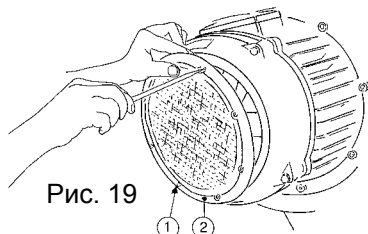
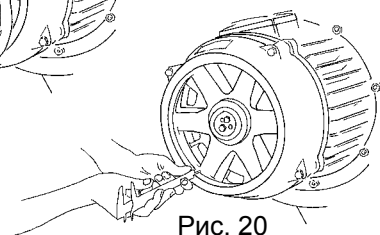
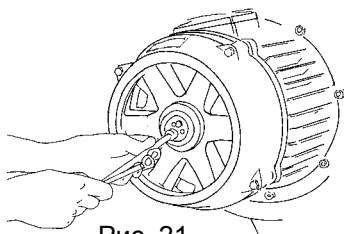
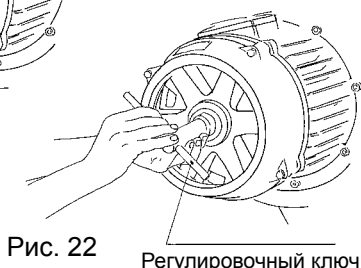

Рис. 19
Рис. 20
Рис. 21
Рис. 22
Отвинтить винты поз. 1, снять решетку поз. 2 (Рис. 19); измерить расстояние в любой точке между вентилятором тормоза (Рис. 20) и поверхностью колпака при задействованном тормозе. После измерения переместить вентилятор по оси внутрь с помощью рычага, снова выполнить измерение и зарегистрировать разницу (Рис. 20). Если разница в измерениях превышает номинальные значения (0,8/1,2 мм) действовать в следующем порядке:
- отвинтить винты (Рис. 21), после этого поворачивать регулировочную решетку по часовой стрелке, чтобы привести значение осевого смещения в соответствие с номинальным; принять к сведению, что полный оборот решетки соответствует 2 мм (Рис. 22). После выполнения регулировки снова выполнить измерения при незадействованном/открытом тормозе (Рис. 20), проверить, чтобы осевое смещение соответствовало номинальному значению; после этого установить винты и решетку на место (Рис. 19).